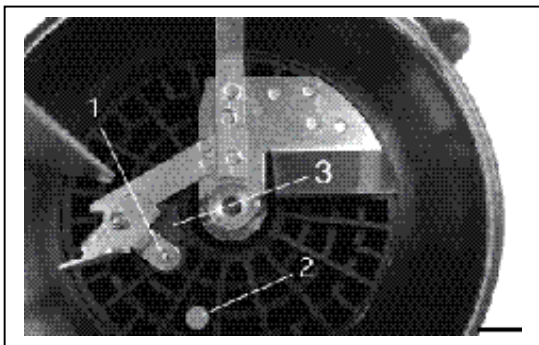

Рис. 16: элементы контроля уровня смазки
- При вращении мешалки поводок с контактом 1 постоянно отклоняется в сторону оси вращения (рис.16) и не может контактировать с магнитным контактом.